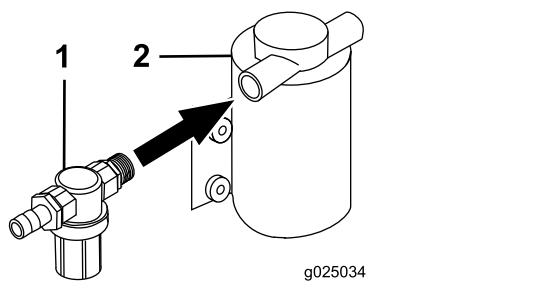

Figura 22
2. Monte o conjunto do filtro de pressão na bomba de lavagem no bico (Figura 22).